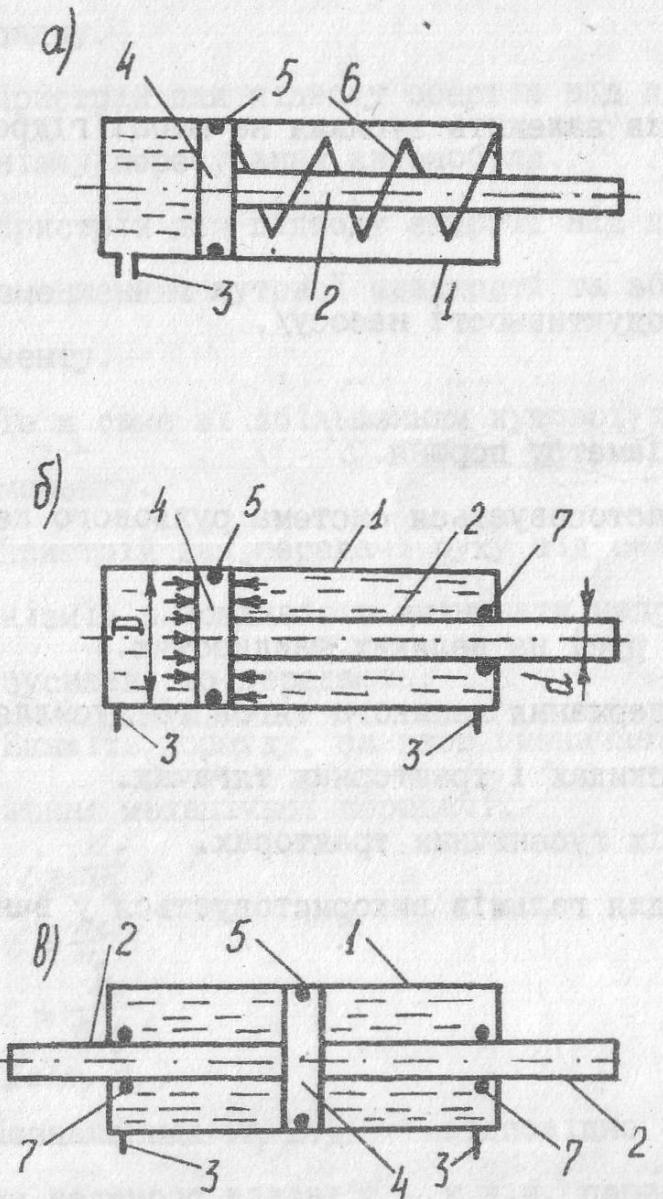

Рис. I.2. Гідравлічні циліндри
I.27. На рис. I.2 приведені схеми гідравлічних циліндрів. Назовіть гідроциліндр двосторонньої дії.
1. Рис. I.2 а.
2. Рис. I.2 б.
3. Рис. I.2 в.
4. Рис. I.2 б, в.
I.28. В якому із циліндрів, що показані на рис. I.2, швидкість